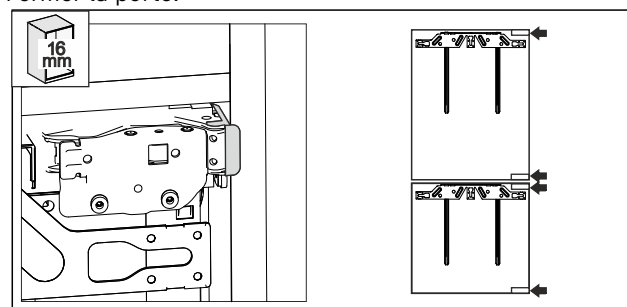

Fig. 51
- Paroi latérale de meuble d'une épaisseur de 16 mm : les entretoises reposent contre la paroi latérale de la niche d'ameublement côté charnière. Fig. 51 ()